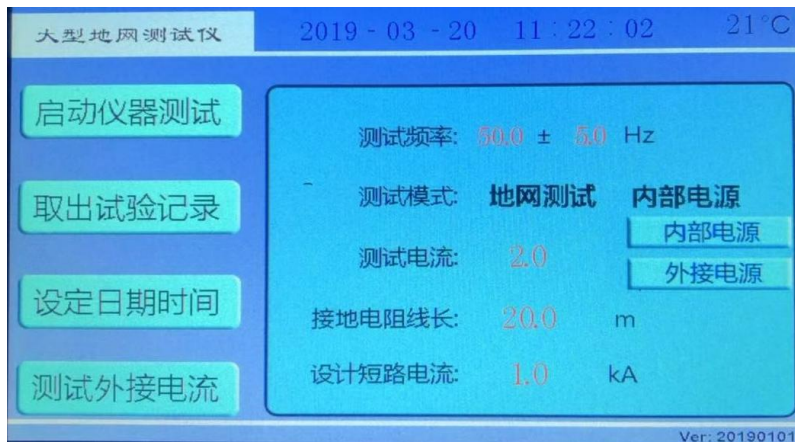

图7 内外电源选择
3) 内部电源: 此处为下拉菜单，可以选择 **内部电源，外接电源**。（图 7）